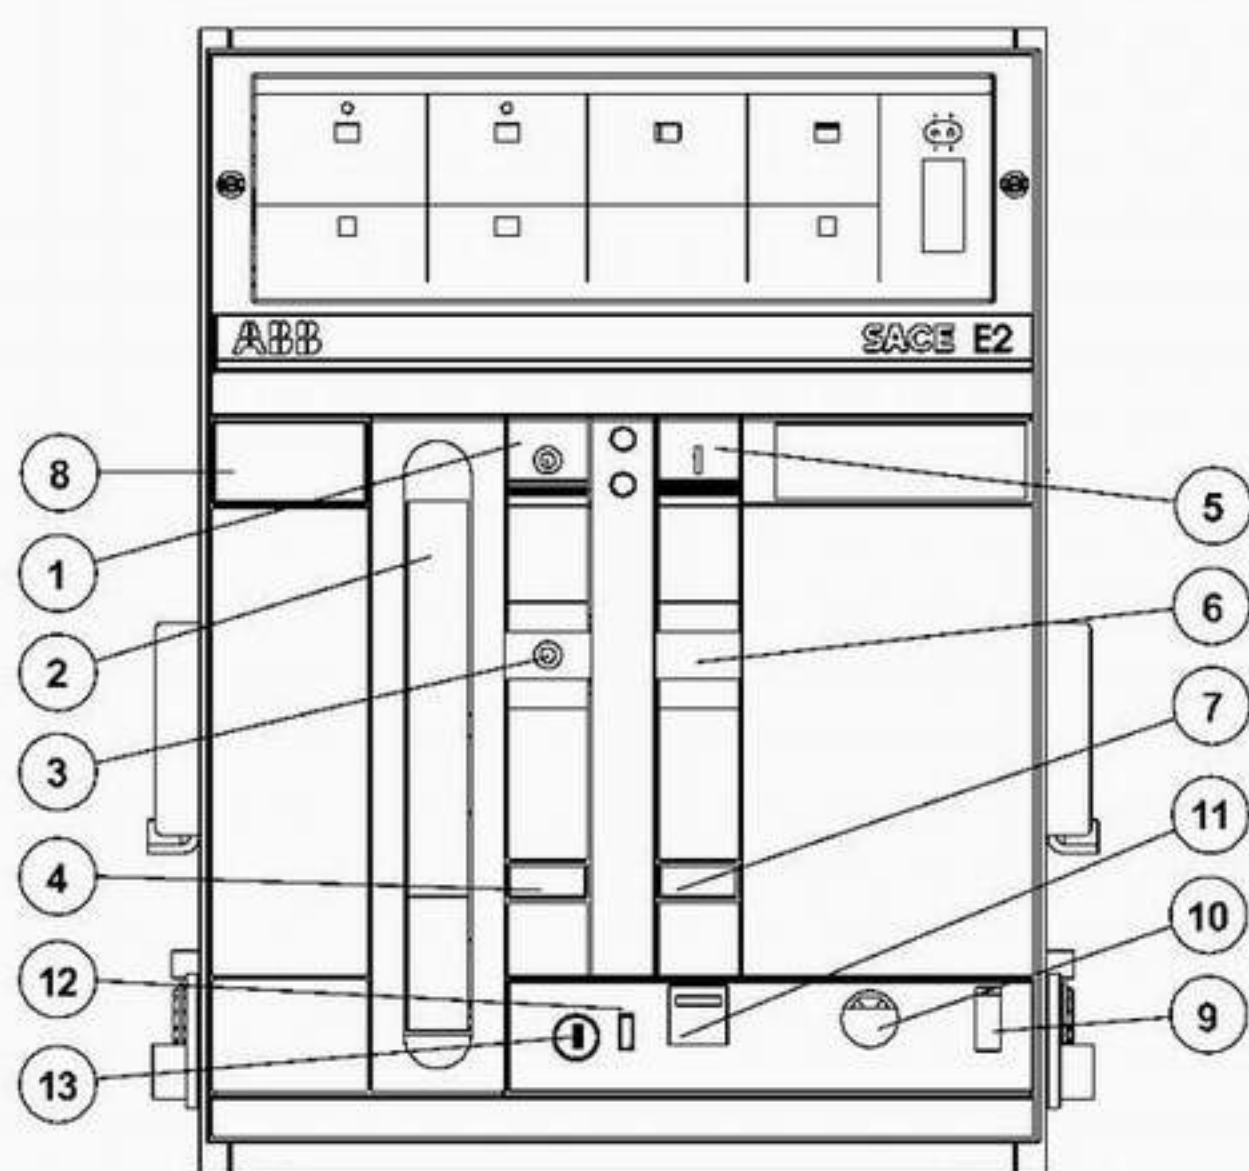

图 23
- 抽出：抽出部分与固定部分连接,但没有与一次回路及二次回路连接。在此位置上,断路器无法进行电气操作。正面的指示(9,图 23)显示 DISCONNECTED,开关柜门可以闭合。